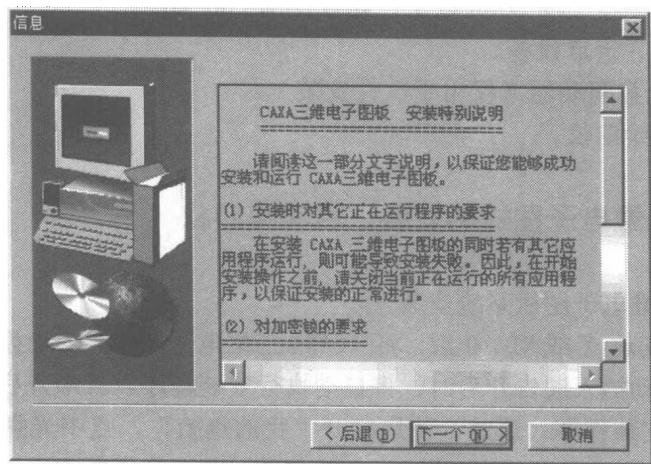

图 1-3
3) CAXA2000 三维电子图板安装特别说明（见图 1-3）。请阅读此说明后选“下一个”，继续安装程序。